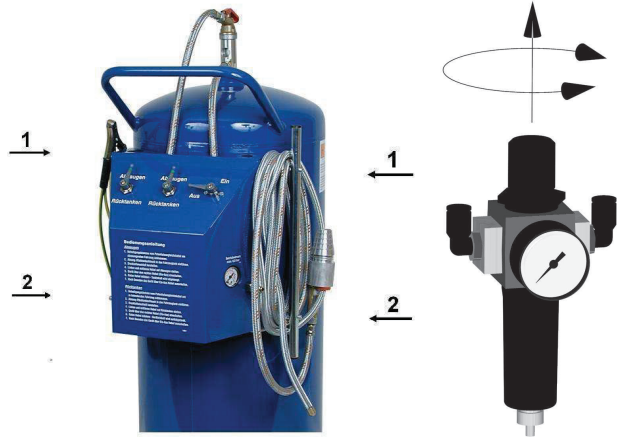

Abbildung 1
3. Gehäuse des TankQuick aufklappen. Dazu die beiden oberen Schrauben (1) herausschrauben und die beiden unteren Schrauben (2) lösen.
4. Knopf des Druckreglers nach oben ziehen und den Betriebsdruck von max. 6,5 bar durch Drehen des Knopfes einstellen (siehe Abb.1).